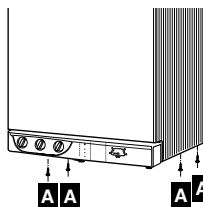

Fig. 10
- los 4 bevestigingsvijzen A (fig. 10) van de bekleding